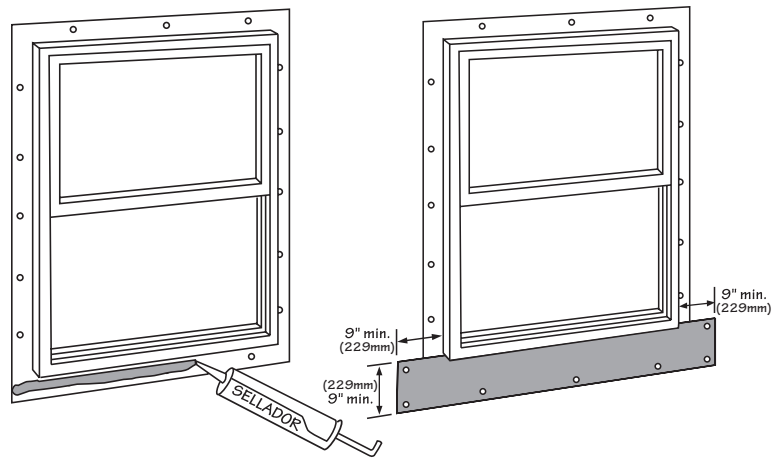

Figura 30.
- Coloque un hilo continuo de sellador a las bridas de manera que cubra los clavos y las ranuras de clavado. Aplique por lo menos 9" (229mm) de ancho horizontal de tapajuntas de antepecho nivelado con el borde inferior de la ventana existente oprimiendo el tapajuntas sobre el hilo de sellador en su borde superior. Corte el tapajuntas del antepecho lo suficientemente largo para que sobresalga por lo menos 9" (229mm) por cada hastial. Sujete el tapajuntas del antepecho a los bordes inferiores y laterales (Figura 30).